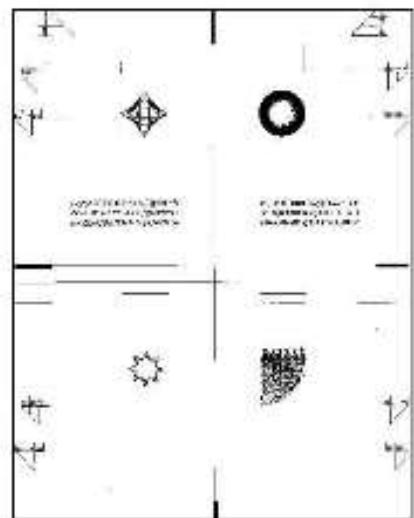

图3 诊断代码[3-11]或Stop/9输出测试版
- 用不起毛的布擦拭转印 / 分离电极框架前部的所有触点 (图3)。